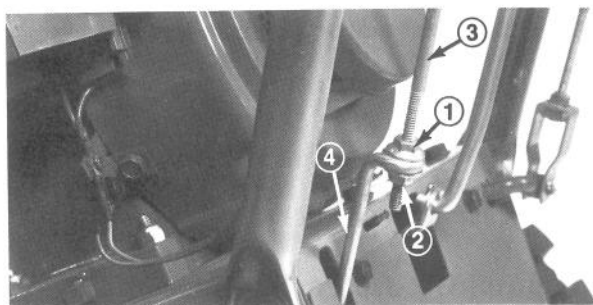
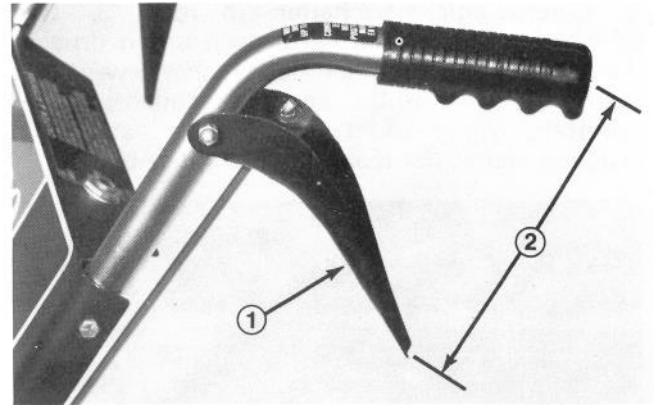

Abb. 33
Abb. 34
1. Muttern, welche das obere Antriebsgestänge auf das untere festhalten, lösen (Abb. 33),
2. Obere Mutter einstellen (Abb. 33), bis der Abstand zwischen der Mitte des Griffholms und dem oberen Teil der Antriebskontrollstange ca. 20,3 cm beträgt. (Abb. 34).